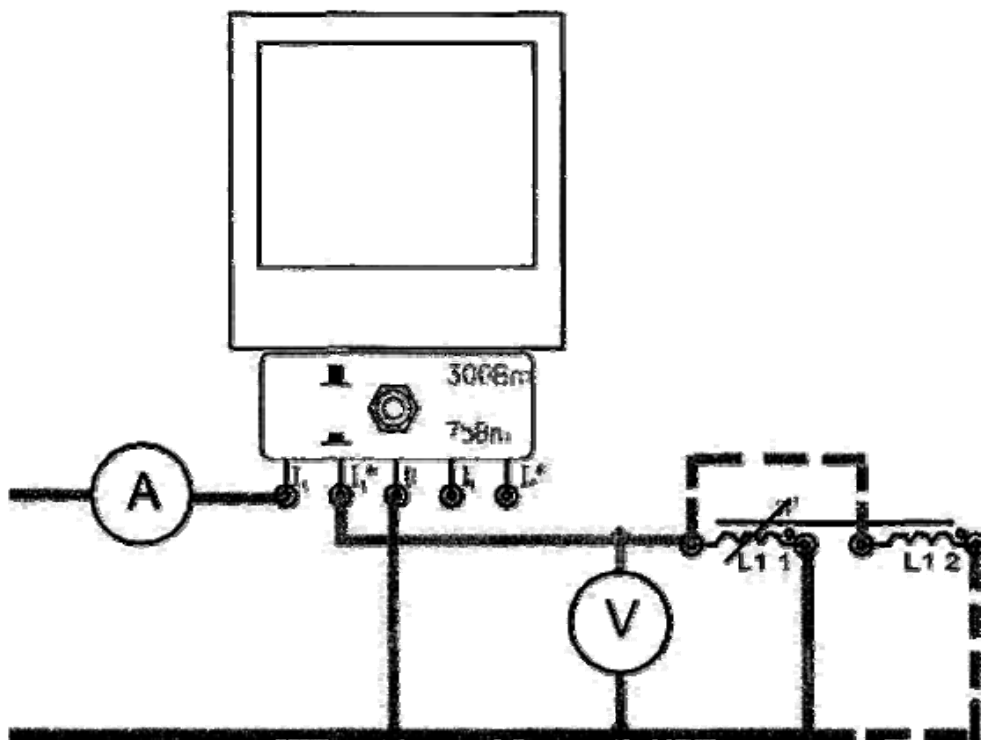

Рис. 11.1.
- 11.3.1. Собрать и изучить схему электрической цепи (рис. 11.1.).